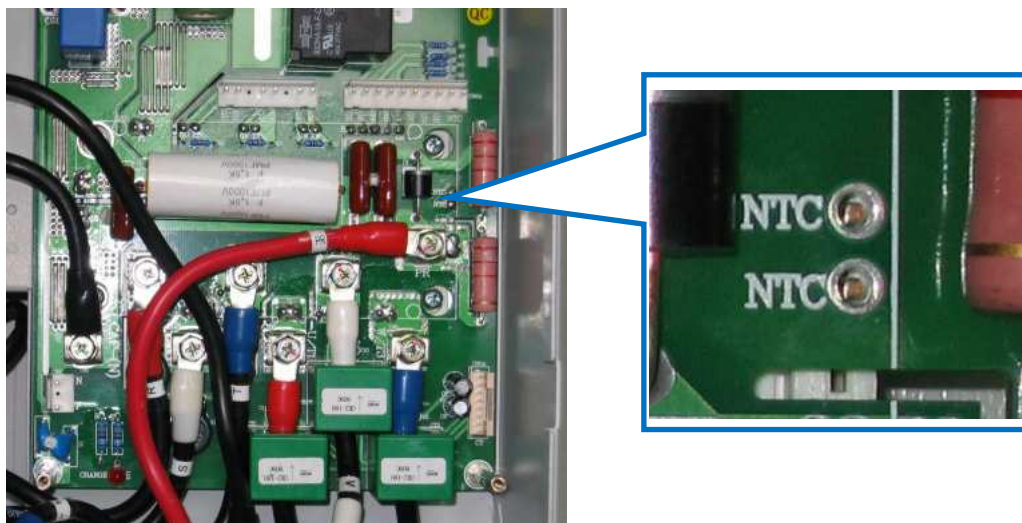

Рис.4.15. Проверка термистора матрицы.
- 4.11.27. Установить мультиметр в режим измерения сопротивления. Измерить сопротивление цепи на плате драйверов между контактами площадками, обозначенными **NTC**, как показано на рис. 4.15. Измеренное значение должно быть в пределах от **4,5** до **5,5** кОм.